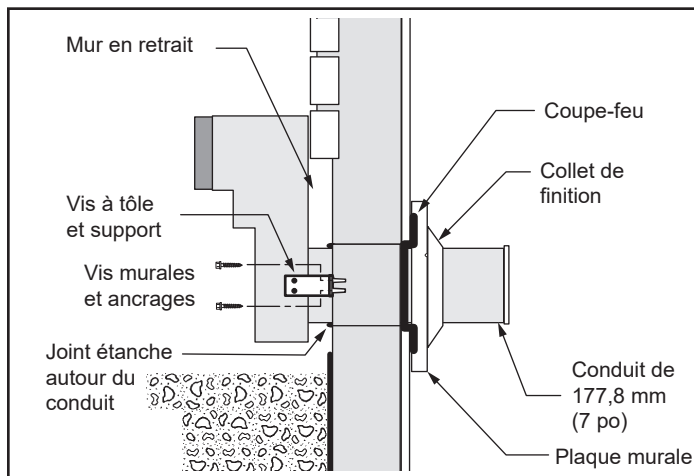
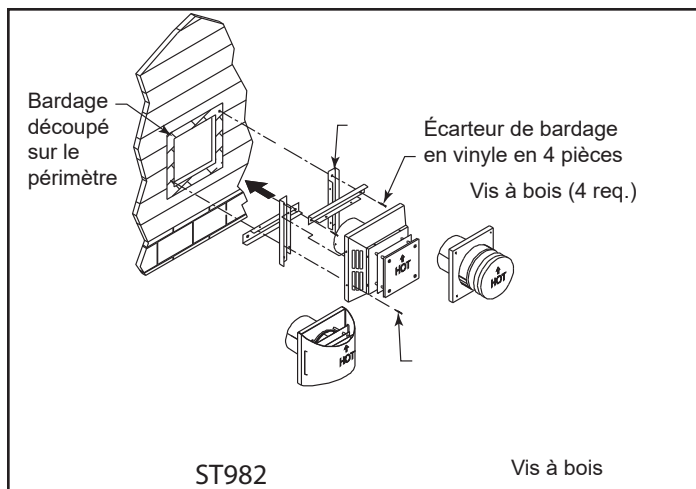

Figure 3.14 – Utilisation de supports de rallonge pour installer le schnorkel contre un mur en retrait
Figure 3.29
2. Creusez le sol jusqu'à une profondeur d'environ 406 mm (16 po) sous la base du schnorkel. Installez un encadrement de soupirail (non compris). Remblayez ensuite le trou d'une couche de 305 mm (12 po) de gravier grossier en prenant soin de prévoir un dégagement d'au moins 102 mm (4 po) sous le schnorkel (figure 3.14).
7. Si les fondations se trouvent en retrait, servez-vous de supports de rallonge (non compris) pour monter la partie inférieure du schnorkel. Installez d'abord les supports au mur, puis fixez-les au schnorkel au moyen de vis à tôle autotaraudeuses n° 8 x 1/2 po. Faites sortir le conduit de ventilation aussi loin que la face saillante du mur (figure 3.14).
1. Les quatre (4) vis à bois fournies doivent être remplacées par des attaches appropriées pour briques, béton ou autres types de bardage.
2. Pour les bâtiments avec bardage en vinyle ou en stuc, un autre composant doit être utilisé entre le chapeau de la sortie horizontale et la surface du mur. Les écarteurs de bardage en vinyle empêchent un chauffage excessif qui pourrait faire fondre le vinyle. Ces écarteurs ne sont pas nécessaires lorsque des schnorkels sont utilisés. Dans le cas des installations sur des bardages en vinyle, un écarteur de bardage en vinyle de 4 pièces doit être assemblé et installé entre le chapeau de la sortie murale et le bardage du mur extérieur (figure 3.29). Le vinyle doit être coupé de façon à former un trou plus grand que les bords extérieurs de l'écarteur assemblé.
IMPORTANT : Vous devez assembler les quatre (4) pièces constituant l'écarteur de bardage en vinyle sur le chapeau de la sortie horizontale dans un ordre bien précis afin de prévenir toute infiltration d'eau. Assemblez sans serrer les quatre pièces, dans l'ordre, autour de la base du chapeau de la sortie horizontale. Placez la première des quatre pièces le long du bord supérieur du chapeau, puis, à l'aide de deux (2) vis par côté, fixez chaque pièce dans les trous prépercés des deux côtés du chapeau, puis fixez la dernière pièce au bord inférieur du chapeau. Serrez toutes les vis et installez le chapeau, avec les quatre (4) pièces attachées, directement sur le mur, à l'aide des quatre (4) vis de 64 mm (2-1/2 po) fournies (figure 3.29).
3. Lorsque vous traversez un mur de stuc, installez un contre-solin. Le contre-solin permet au stuc ou aux autres matériaux d'être finis directement sur les côtés du chapeau de sortie. Fixez d'abord les contre-solins à la base du chapeau de sortie horizontale à l'aide des petites vis fournies, puis montez le tout sur le mur à l'aide des quatre (4) vis à bois fournies de 64 mm (2-1/2 po).
Étape 4 – Avant de raccorder vos sections de conduit horizontales au chapeau de sortie horizontale, faites glisser le manchon d'emboîtement mural sur la section de conduit la plus proche du côté intérieur du mur (figure 3.14).